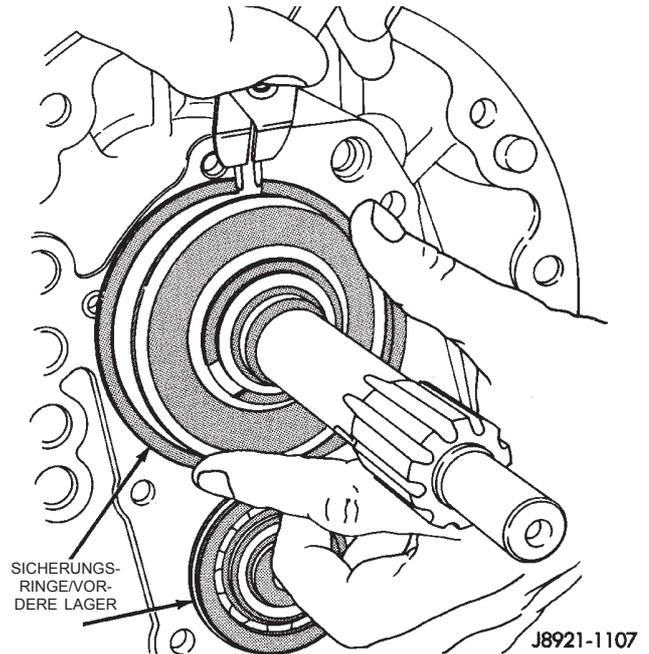
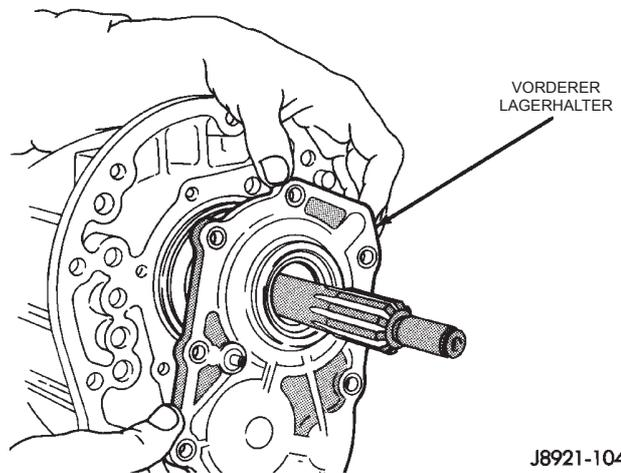

Abb. 38 Sicherungsringe der vorderen Lager einbauen
Abb. 39 Vorderen Lagerhalter einbauen
(4) Neue Sicherungsringe an den vorderen Lagern anbringen (Abb. 38).
(5) Eine 3 mm (1/8 Zoll) breite Raupe Threebond®-Liquid Gasket TB1281, Artikel Nr. 83504038, auf die Dichtflächen des vorderen Lagerhalters auftragen.
(6) Den vorderen Lagerhalter ausrichten und einbauen (Abb. 39) und die Befestigungsschrauben mit